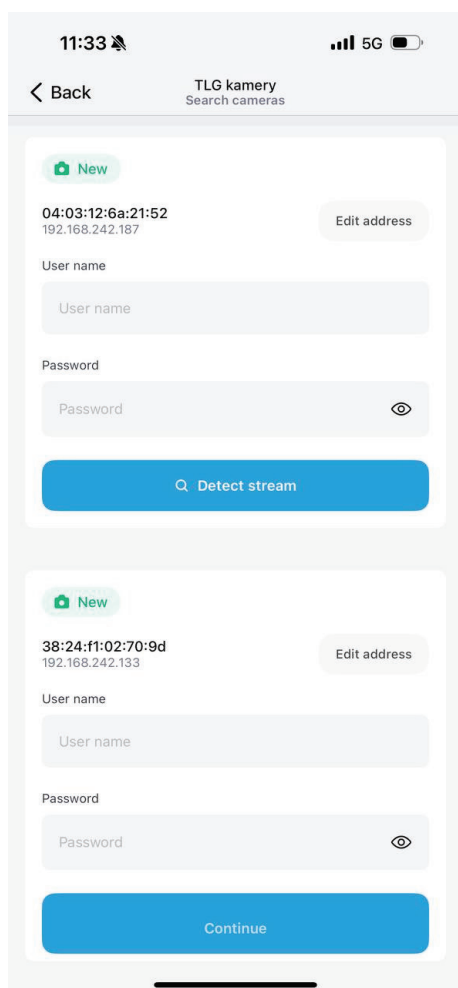
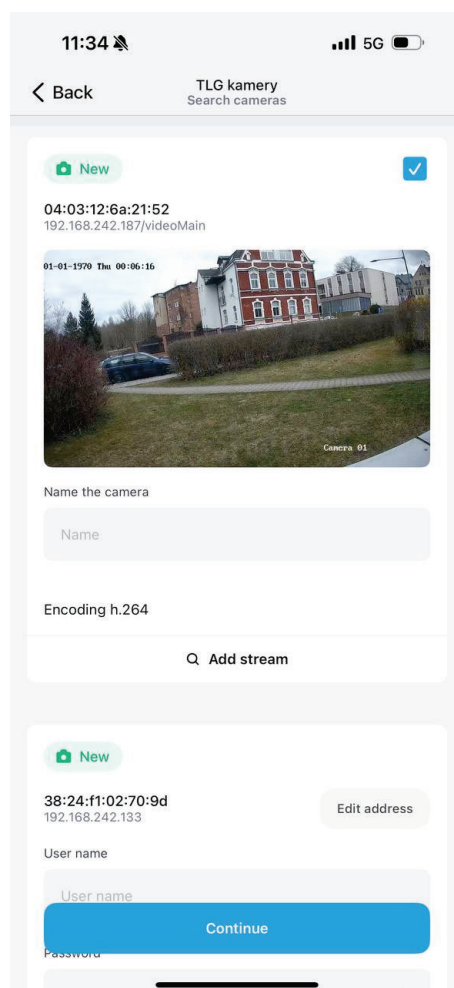
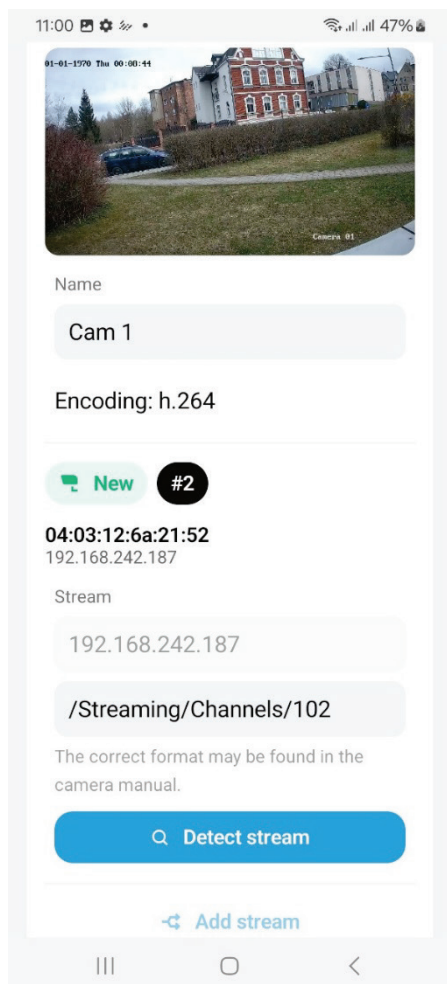
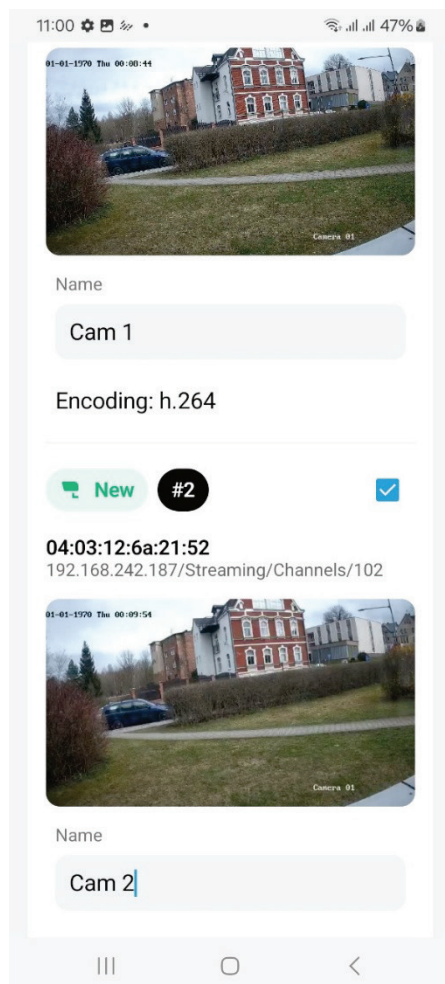

Fig. 3: Strømdeteksjon
Fig. 4: forhåndsvisning av strøm
Fig. 6: deteksjon av neste strøm
Fig. 7: forhåndsvisning av neste strøm
1. Koble omformeren til et lokalt nettverk der kameraer eller opptaksenheter er koblet til, med Internett-tilgang ved hjelp av LAN-kontakten (3) - LAN-kabel medfølger.
2. Koble omformeradapteren til et strømuttak, og sett USB-C-kontakten inn i enheten (1).
5. Når du har lastet inn kameraene etter MAC-adresse eller IP-adresse, fyller du inn navn og passord for kameraene du vil registrere, og trykker på Detect stream (fig. 3). Deretter vises en forhåndsvisning av kamerastrømmen, og du kan krysse av i boksen øverst i høyre hjørne for å velge kameraet du vil registrere (fig. 4). Ved å velge Legg til strøm kan du f.eks. koble til en opptaksenhet med flere kameraer (fig. 7). De enkelte strømmene kan defineres ved hjelp av en identifikator (videoSub). For Hikvision-kameraer, f.eks.: <brukernavn>:<passord>@<adresse>:<port>/Streaming/Kanaler/videoSub/. Hver produsent har sin egen form notasjon (fig. 6).